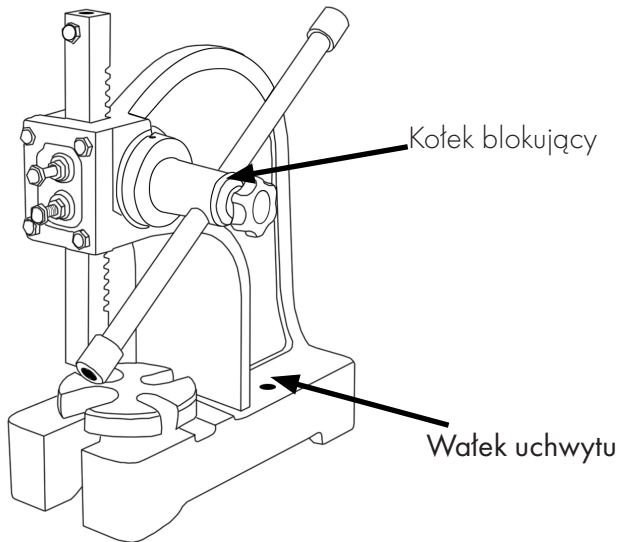

Rysunek 2
- Włóż część zębatą uchwytu do boku prasy trzpieniowej, jak pokazano na Rys. 2
- Nasuń pierścieni na wystający koniec koła zębatego, jak pokazano na Rys. 2